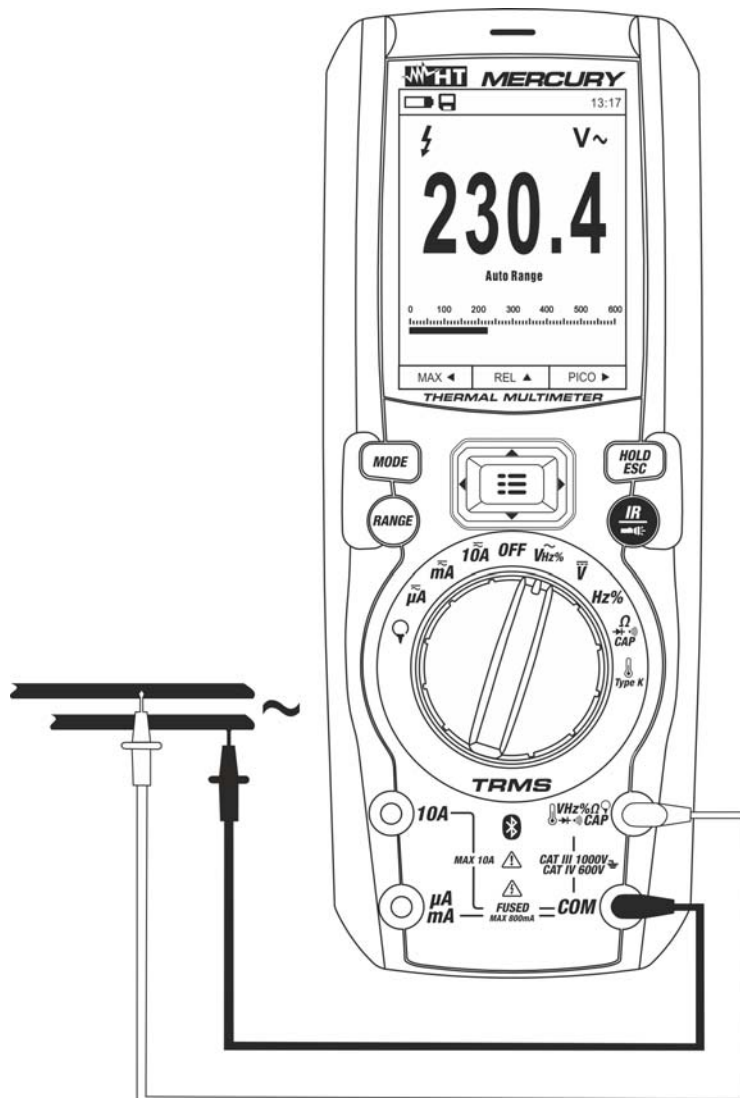

Fig. 22: Uso do instrumento para a medição de Tensões CA
3. Colocar a ponteira vermelha e a ponteira preta respectivamente nos pontos do circuito em exame (ver Fig. 22). O valor da tensão é apresentado no display